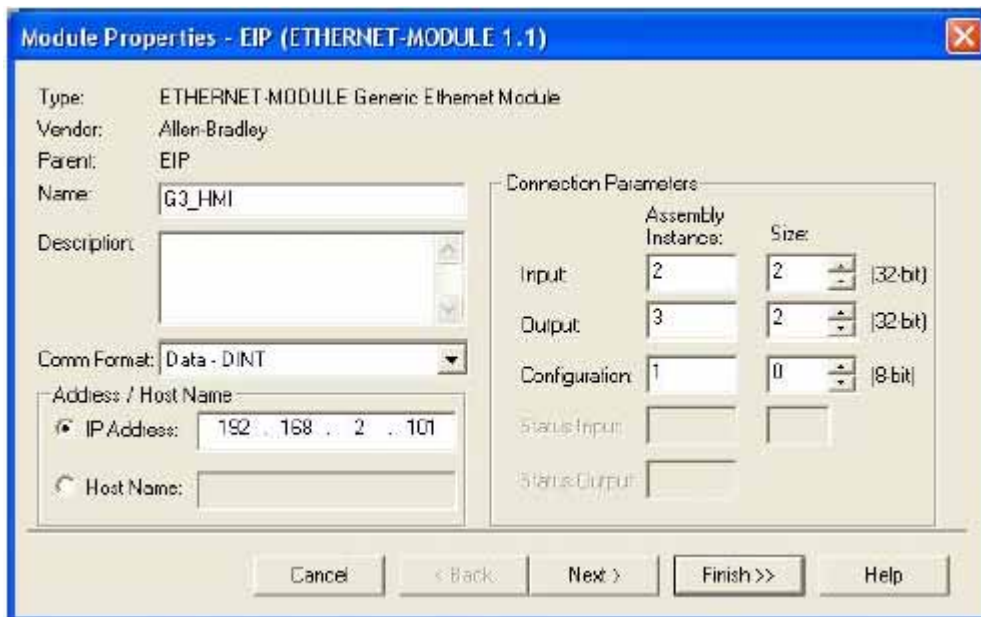

ABB. 72: Eigenschaften des Ethernet-Moduls
- d. Klicken Sie auf „OK“. Daraufhin wird das Fenster „Module Properties“ (Moduleigenschaften) geöffnet. Siehe ABB. 72.
- e. Im Feld „Name“ einen beschreibenden Namen für das Modul eingeben. Siehe ABB. 72.
1. **Ethernet-Einstellungen.** Die IP-Adresse auf „192.168.2.101“ einstellen. Dies muss der Eingabe im Feld „Address/Host Name“ (Adresse/Host-Name) in ABB. 72 entsprechen.